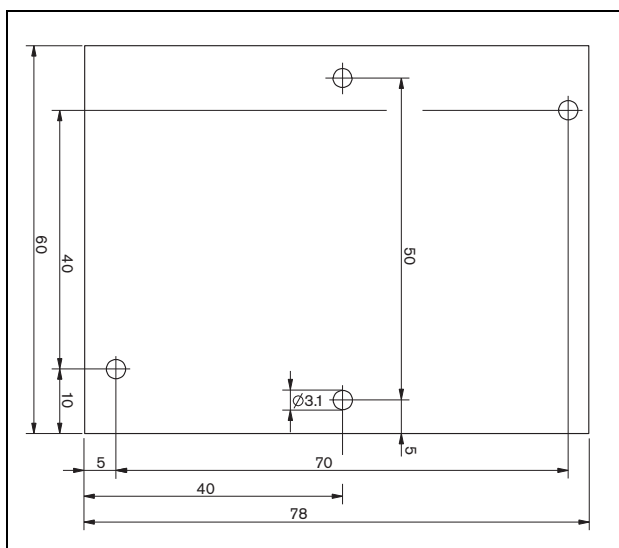

figura 13.5: Dimensiones
Para montar la placa dentro de una caja, por ejemplo, utilice soportes de montaje universales (LBB4446/00). Conecte la placa a un soporte utilizando los orificios del medio (consulte figura 13.5).
- 2 Utilice los orificios en las esquinas de la placa (consulte figura 13.5) para montarla en un altavoz. Las bobinas del PCB deben mantenerse a una distancia de 30 mm o más del imán del altavoz y a una distancia de 50 mm o más del transformador del altavoz, de lo contrario los campos magnéticos podrían perturbar el funcionamiento correcto de la placa.